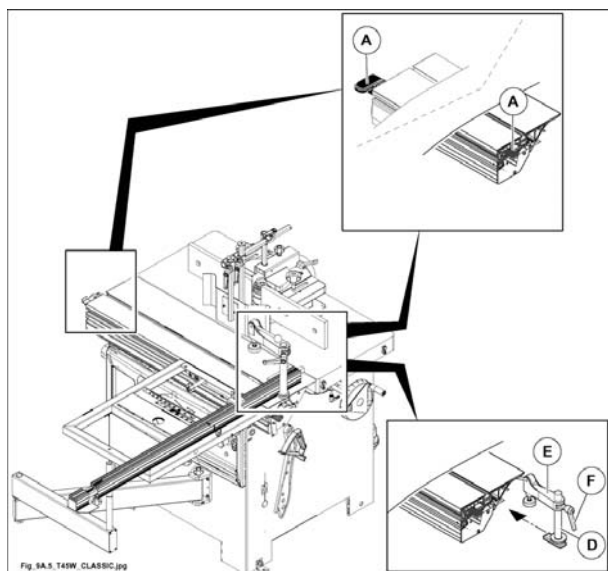

Fig. 9.5
Il bloccaggio e sbloccaggio dello scorrimento del vagone viene comandato dalla leva (A fig. 9.5):
- la leva (A fig. 9.5), serve per bloccare il carro vagone nella posizione di riposo (vagone chiuso), e nella posizione di caricamento pezzo da lavorare (vagone traslato a fine corsa a destra).
- inserire il lardone della colonna (D fig. 9.5) nella scanalatura del vagone, inserire sulla colonna il braccio (E fig. 9.5) e fermarlo in posizione serrando la maniglia (F fig. 9.5).